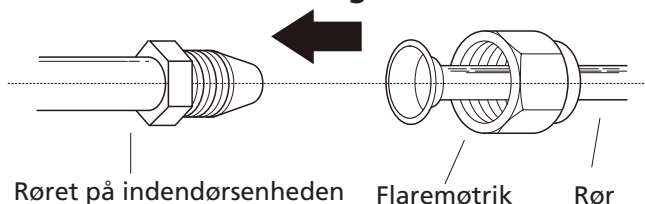

Fig. 6.7
1. Tilpas centrum af de to rør, du vil forbinde med hinanden. Se **Fig. 6.7**.